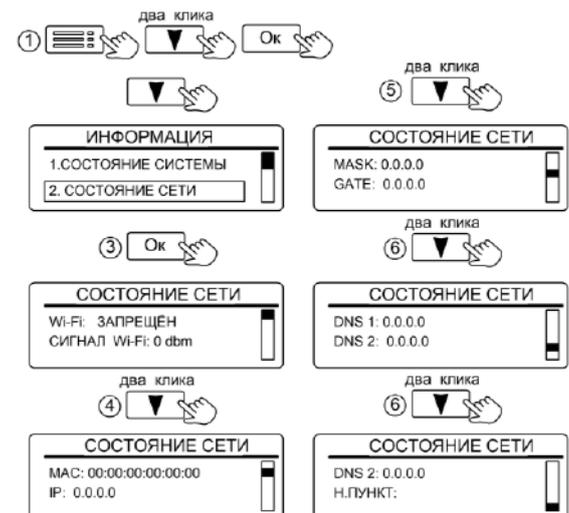

Рисунок 29. Вид вкладки «СОСТОЯНИЕ СЕТИ»
11.3.2 Окно «2.СОСТОЯНИЕ СЕТИ» отображает сетевые данные (рис. 29).